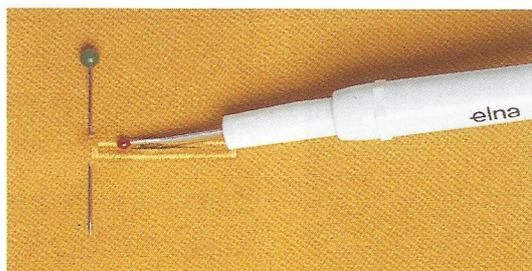

Abb.4
*Drücken Sie mit der Rückseite des Trennmessers beide Knopflochraupen von der Schnittlinie weg, und bringen Sie ausserhalb des Riegels eine Stecknadel an (Abb.4).*